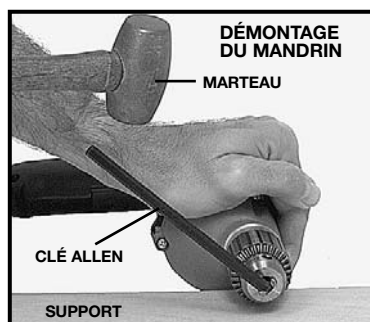

Fig. 5
4. Insérez le petit bout d'une grosse clé Allen (au moins 1/4 po.) dans le mandrin. Alignez les plats de la clé avec les mâchoires du mandrin et serrez celui-ci fermement à l'aide de la clé à mandrin. Posez le mandrin sur une surface dure, positionnez la clé Allen vers la gauche (voir fig. 5) et frappez la au marteau d'un coup sec pour débloquer le mandrin. Dévissez le mandrin en sens anti-horaire.